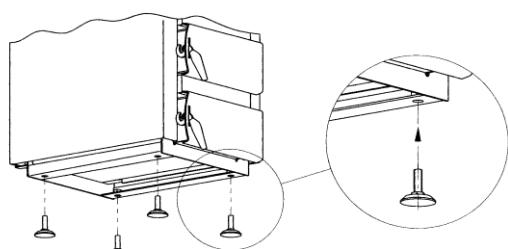

Рис.2 Выравнивание котла
- A. Котёл установить на огнеупорной поверхности, подложив теплоизолирующую пластину, выступающую минимум на 2 см. от корпуса котла. Если котёл расположен в подвале, рекомендуем установить его на фундаменте высотой 5-10 см. Котёл должен быть выровнен. Для выравнивания служат 4 ножки, поставляемые в комплекте, которые можно вкрутить в резьбовые отверстия, находящиеся в нижней части котла (Рис. 2)